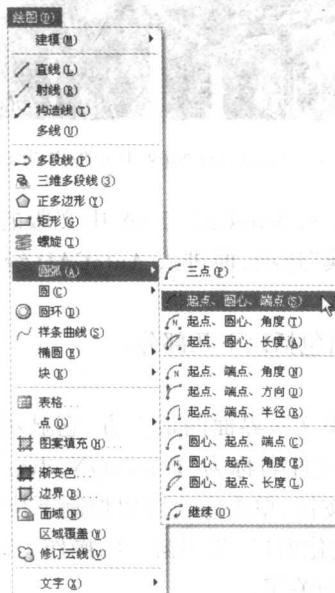

图 1-3 下拉菜单和子菜单
- (1) 右边没有任何符号的选项,单击后直接执行相应的命令。
- (2) 右边有小三角的选项,选择后会弹出子菜单,子菜单中是命令选项,如图 1-3 所示。